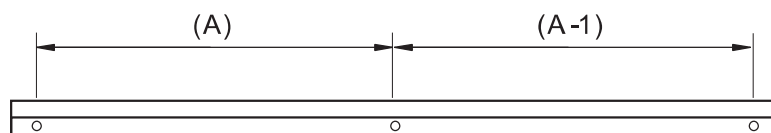

Fig. 1
- 1.2 Zodra je de positie van de spiegelkast hebt gekozen, controleer je of de muur stevig is, meet je de afstand tussen de gaten (A, A-1) in de aluminiumlegeringstaaf met een meetlint en markeer je deze met een potlood op de muur (Fig. 1).